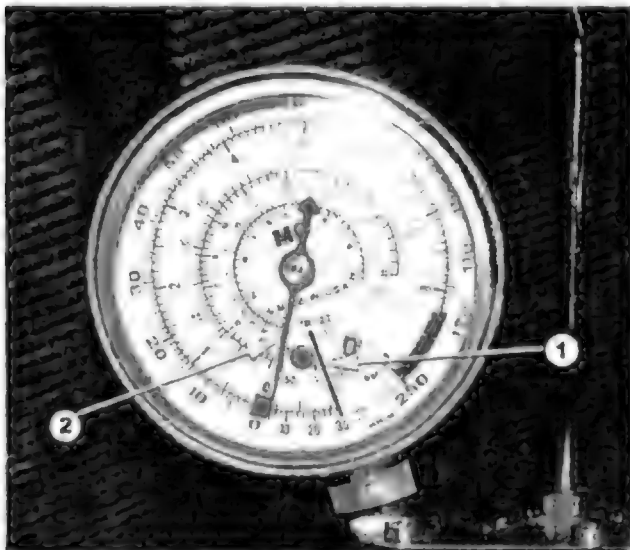

Рис. 2.7.9
- открывают оба вентиля 3С и включают вакуумный насос. Среднее время вакуумирования КЦ составляет 30 мин. По окончании процесса вакуумирования показания манометра низкого давления 3С (на рис 2.7.7 — он слева) должны соответствовать метке 1 (рис. 2.7.9).